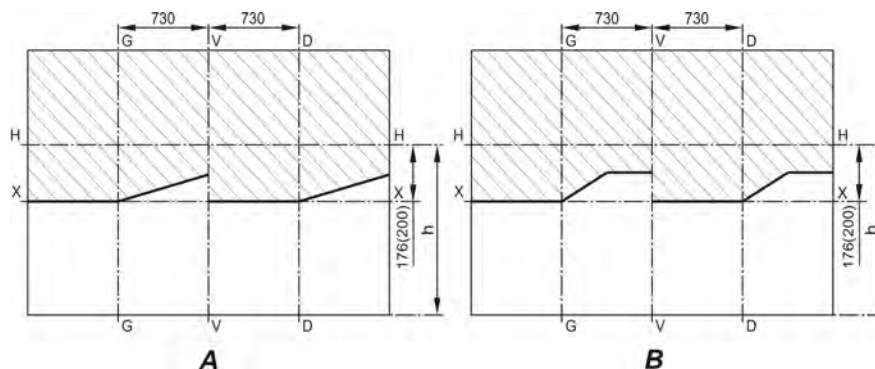

Рис. 8.7. Разметка экрана для регулировки фар:
– установить ненагруженный автомобиль на ровную горизонтальную площадку на расстоянии 10 м от экрана (рис. 8.7);
У отрегулированных фар горизонтальный участок светотеневой границы должен совместиться с линией  $X—X$  (рис. 8.7А, 8.7В), наклонные участки светотеневой границы должны соответствовать рис. 8.7А (с маркировкой на рассеивателе «AL») и рис. 8.7В (с маркировкой на рассеивателе «ОСВАР»), а точки пересечения горизонтального и наклонного участков светотеневой границы – с линиями  $G—G$  и  $D—D$ .